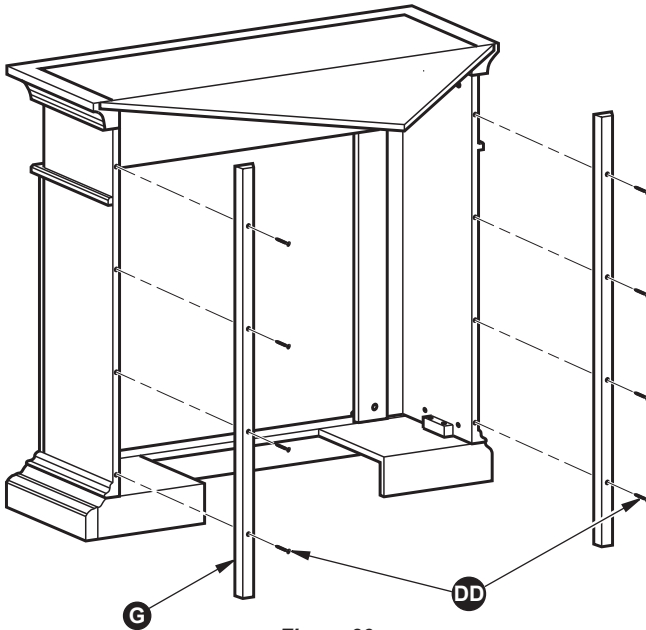

Figura 39
11. Coloque el tablero piezas especiales izquierdo y derecho (G) a la parte posterior de la chimenea con 8) Tornillo ST4 $1 \frac{3}{16}$ " (DD) como se muestra en la Figura 39.